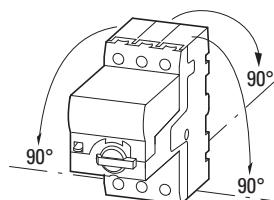

Abbildung 9: Zugelassene Einbaulage für Motorschutzschalter PKE
- Montieren Sie den Motorschutzschalter nur, wie in Abbildung 9 dargestellt.